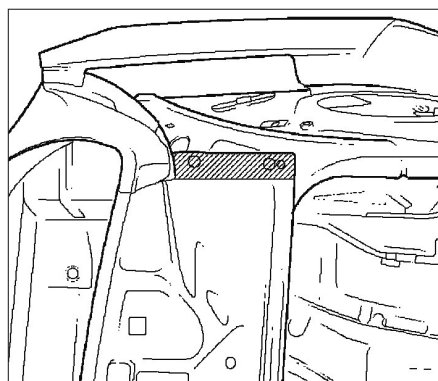

FIG. 146
- Plier le flasque de traverse de cadre de pavillon arrière et enlever la partie restante du panneau latéral supérieur (fig. 146).